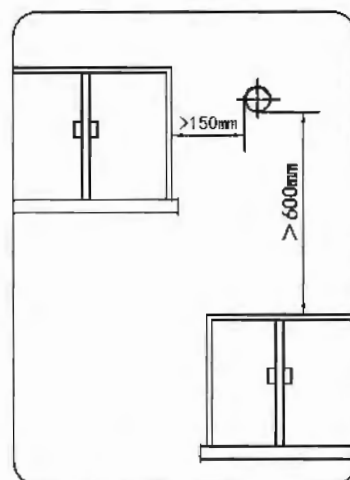

图8
- 排烟管出口必须设置在室外。热水器使用时，排气管出口可能有冷凝水滴落，安装时应注意不要影响他人。排气管出口距周围物体的间距(如图8、10)所示。